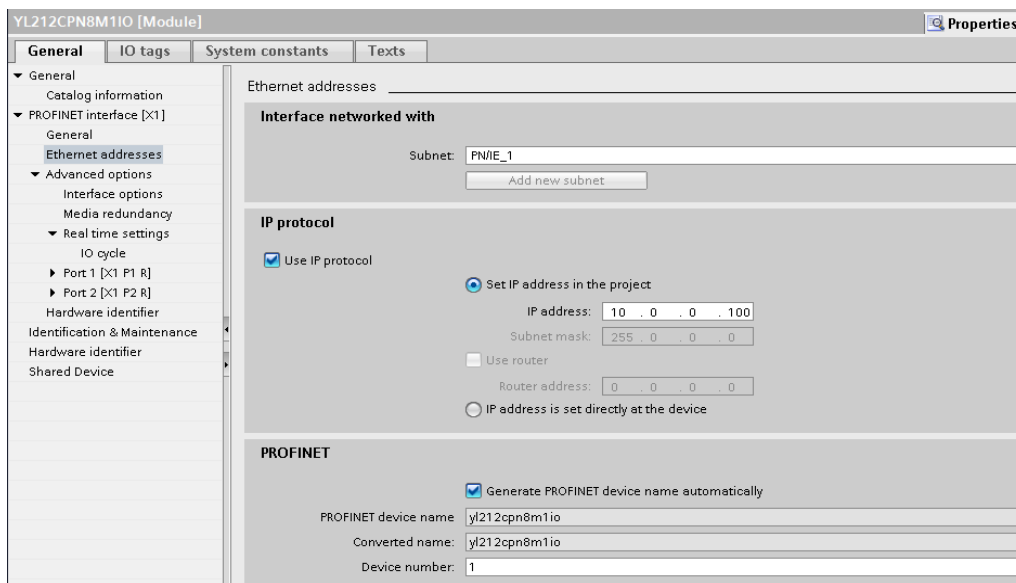

**Figure 3:** Propriétés IOLM
5. Double cliquer IOLM, cocher Assign IP address via controller IO comme illustré dans la figure 3.